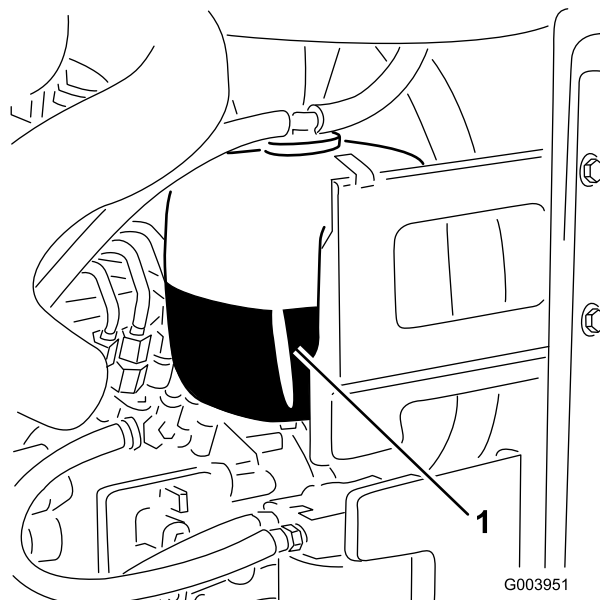

Figure 15
1. Vérifiez le niveau du liquide de refroidissement dans le vase d'expansion (Figure 15).